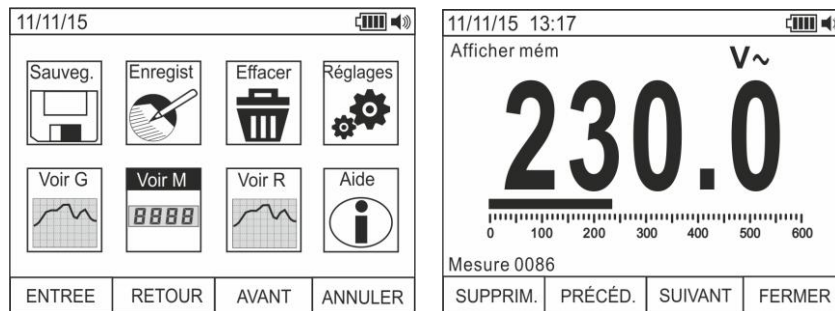

Fig. 19: Chargement des mesures (snapshots) à l'écran
31. Utiliser les touches **F2** ou **F3** pour sélectionner l'icône « Voir M » et appuyer sur la touche **F1** (voir Fig. 19 – partie gauche)
32. Utiliser les touches **F2 (PREC)** ou **F3 (SUIV)** pour sélectionner et visualiser la mesure souhaitée parmi celles qui ont été sauvegardées dans l'instrument (voir Fig. 19 – partie droite). La référence de la mesure se trouve dans la partie en bas à droite de l'écran